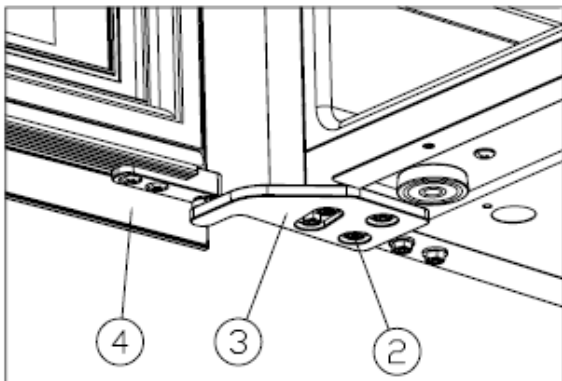

Figure 5
Instale la bisagra superior derecha (3), y apriete los tornillos M5\*16 (2). [Figure 5]